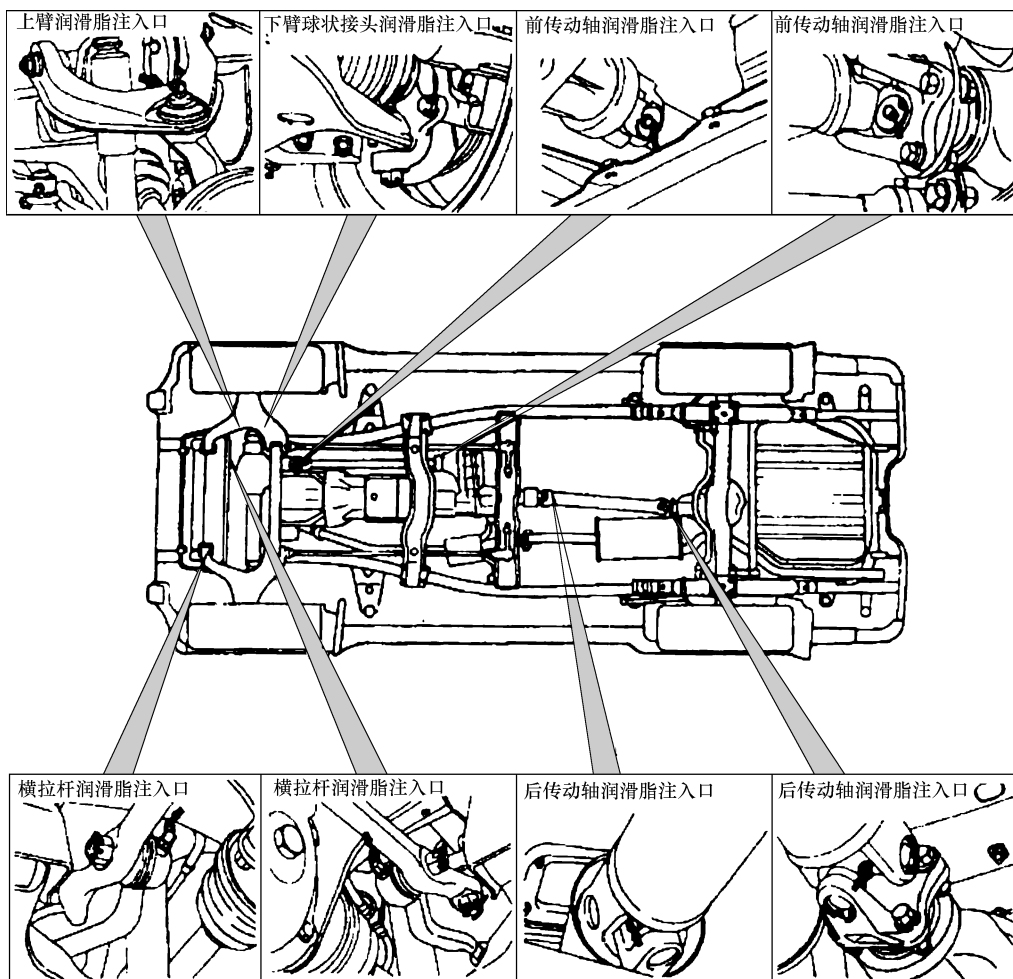

图 1-6 涉水前加油点
2) 加油点如图 1-6 所示, 给前悬架装置、转向联动装置和传动轴的各加油点涂上油脂。